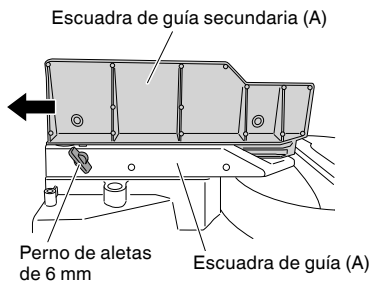

Fig. 12
Cuando corte en ángulo hacia la derecha, afloje el perno de aletas de 6 mm, luego deslice la guía auxiliar (A) hacia afuera y quítela, como se indica en la Fig. 12.